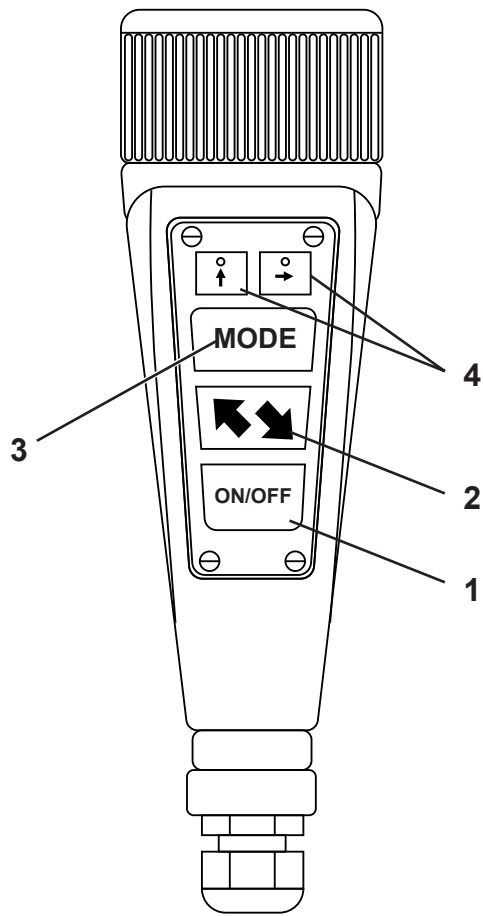

Fig.31/5
Pour les configurations possibles voir fig.31/1 - 31/4.
Para las configuraciones posibles véanse figs. 31/1 - 31/4.
Accensione (Rif. Fig. 31/5) - Posizionare l'interruttore generale in posizione 1, premere il tasto **ON/OFF (1)** si attiva la centralina idraulica e si accende la lampada.
Turning on (Ref. Fig. 31/5) - Set the main switch to position 1, press the **ON/OFF key (1)** to activate the hydraulic control unit and the lamp turns on.
Einschalten (Zu Abb. 31/5) - Den Hauptschalter auf 1 stellen; die Taste **ON/OFF (1)** drücken. Das Hydraulikaggregat wird aktiviert, und die Lampe schaltet sich ein.
Allumage (Réf. Fig. 31/5) - Positionner l'interrupteur général en position 1, presser la touche **ON/OFF (1)** l'unité de commande hydraulique s'active et la lampe s'allume.